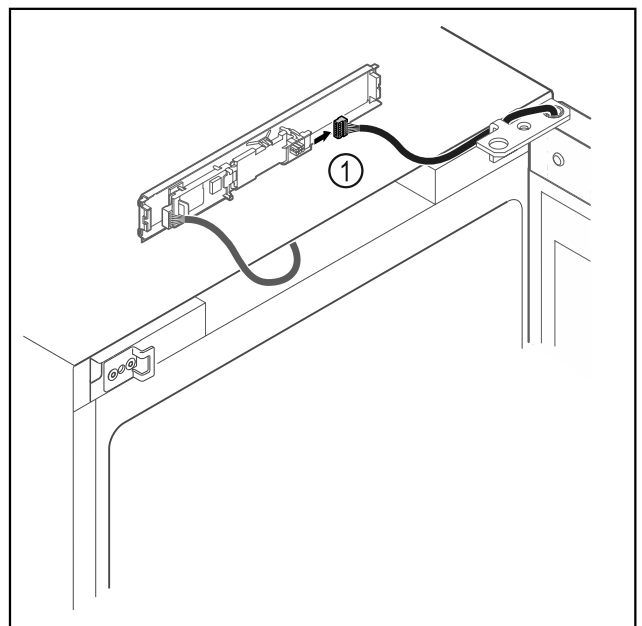

Fig. 10
- ▶ Витягнути штекер Fig. 10 (1) з плити.